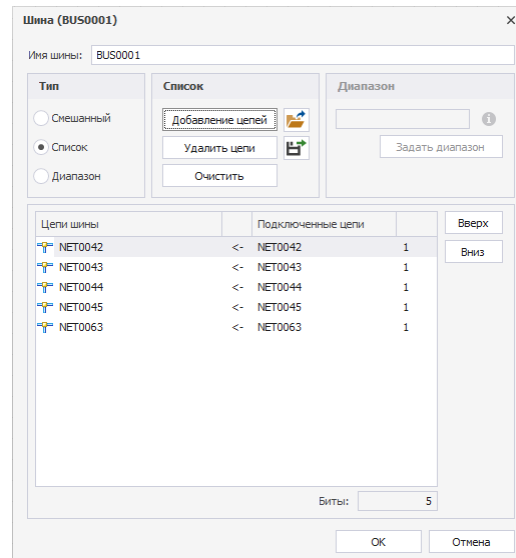

Рис. 162 Включение режима «Список»
2. Установить переключатель, расположенный в левом верхнем углу окна, в положение «Список», см. Рис. 162.